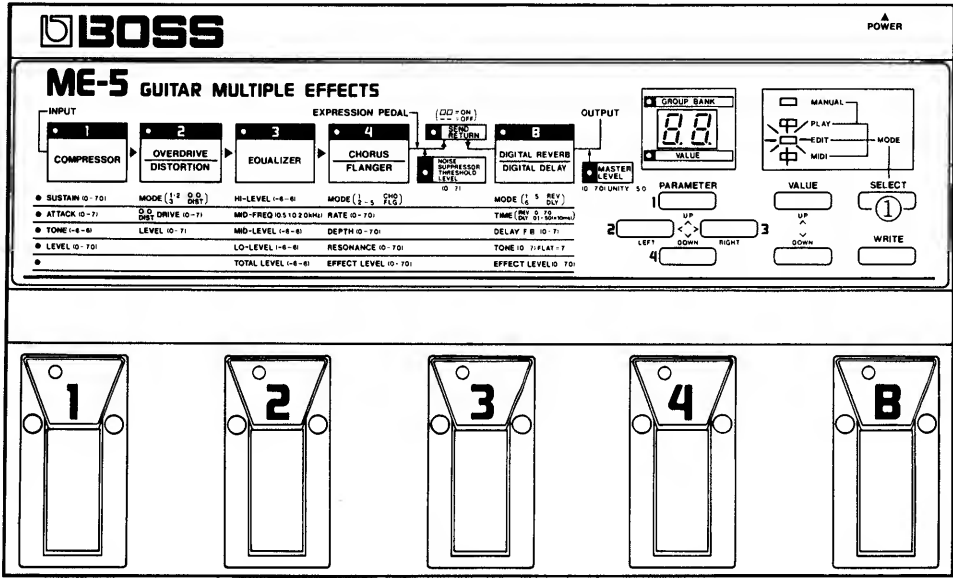

Fig. 1
- 1. Press SELECT button (①) for Edit Mode. (Fig. 1)
Select キー (①) を押して、Edit Mode にはいる。(EDIT の LED が点灯する。Fig. 1)